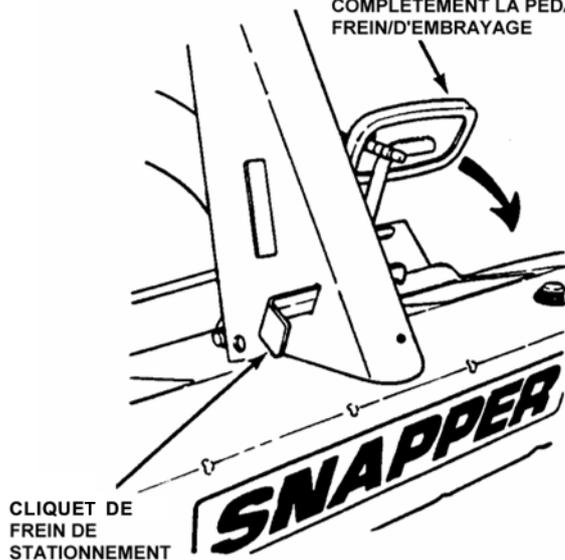

FIGURE 2.5
IMPORTANT: Si vous tournez la clé de contact sur la position démarrage (START), le moteur sera entraîné mais il ne démarrera que si la pédale de frein/d'embrayage est complètement enfoncée et que le levier d'embrayage de la lame est sur la position OFF (voir la figure 2.5). L'opérateur doit être assis sur le siège. Démarrez le moteur de la manière suivante :
3. Enfoncez complètement la pédale de frein/d'embrayage et maintenez-la dans cette position lorsque vous démarrez le moteur. Voir la figure 2.5.